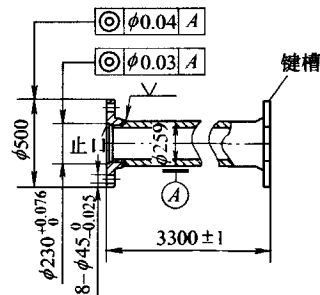

图3 扭矩管
(2) 如图3所示，扭矩管止口与无缝钢管的同轴度 $\phi 0.03$ mm的保证，这一点难在扭矩管止口与无缝钢管的中心为空，轴线为虚，不过可以考虑做一个阶梯形的工装，塞到扭矩管中，划线打出中心孔，整体加工，解决了同轴度的问题，但是成本大，又会产生
新的问题，即组装后的同轴度不好保证，考虑到止口只与曲轴配合，止口可以按照常规配合加工，配合后不再打开，一起整体加工，做出标记。同理可以解决图3中扭矩管法兰与无缝钢管的同轴度 $\phi 0.04$ mm的问题。